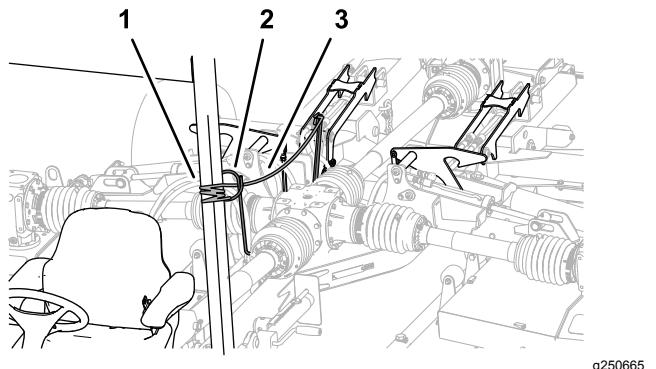

Figura 29
5. Tirate e fissate la fune di bloccaggio del piatto di taglio (Figura 29).